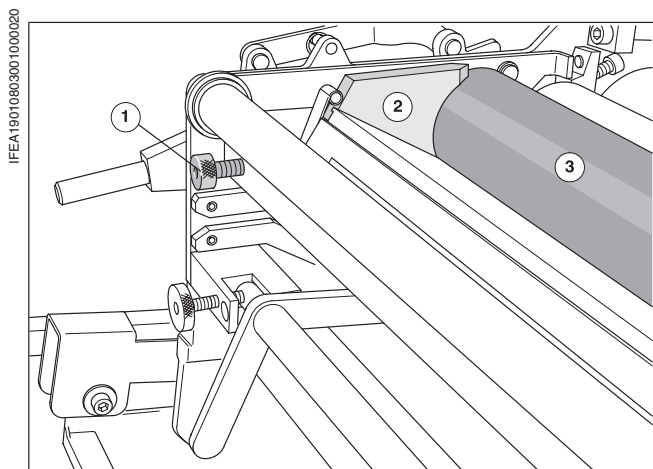

Рис. 20 Заправка краски в красочный ящик
- ❶ Проверить, установлены ли щетки красочного аппарата (Рис. 20/❷) и подведен ли красочный ящик винтами с накатанными головками (Рис. 20/❶) к дуктору (Рис. 20/❸).
- ❷ Нанести шпателем краску на дуктор; если используется только одно посадочное кольцо, нанести краску на участке кольца.